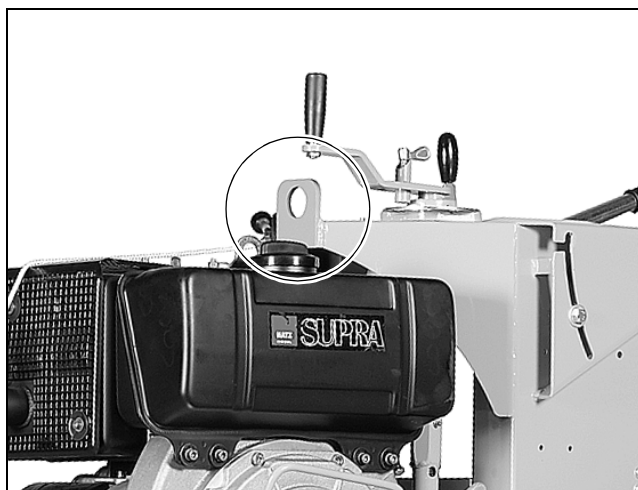

Рис. 7.1 Стropовочное ушко
- Для подъема при транспортировке пользуйтесь строповочными ушками (Рис. 7.1).